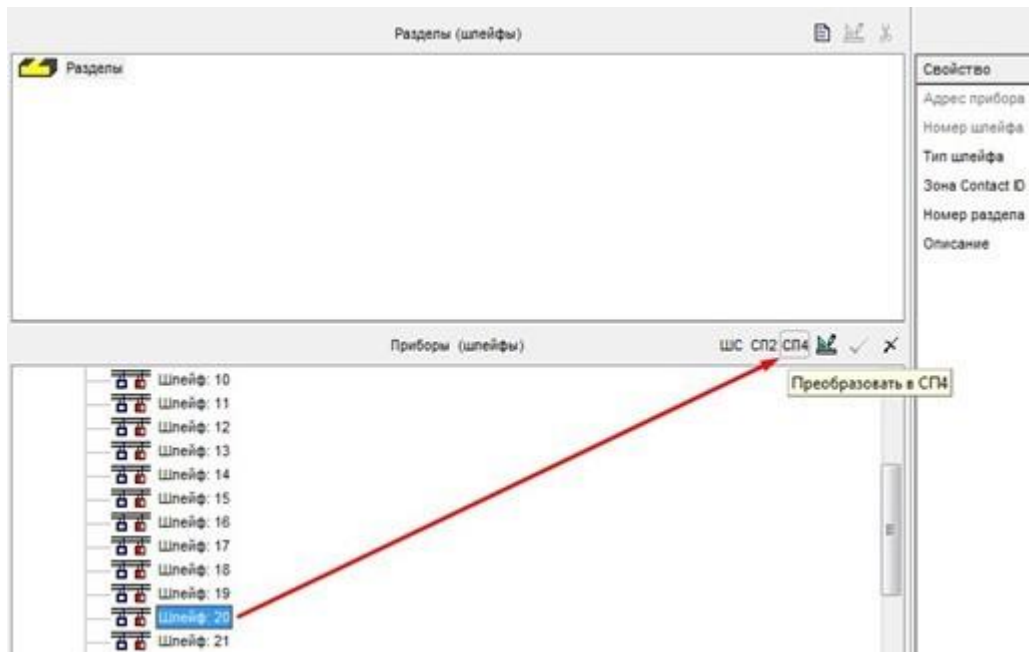

Рисунок 74 – Переопределение шлейфов прибора «С2000-КДЛ» в элементы адресного сигнально-пускового блока «С2000-СП4»
- На вкладке "Разделы" в нижней части окна нужно развернуть входы прибора "С2000-КДЛ", выделить левой кнопкой мыши первый адрес, который занимает "С2000-СП4" и нажать кнопку "СП4" (см. рис. 74).